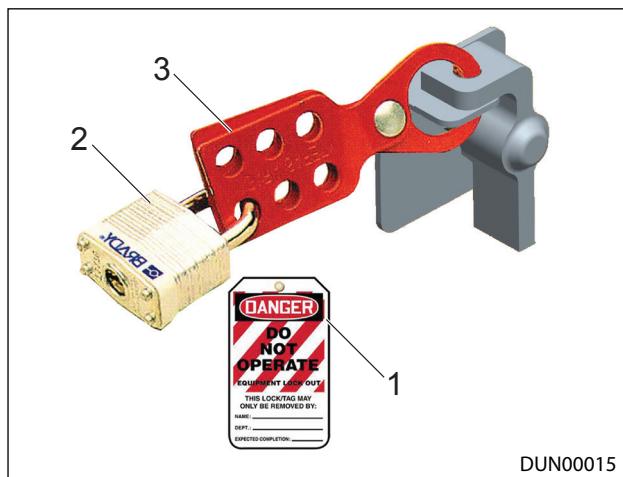

Figure 8.2 - Isolatieschakelaar op 'OFF' vergrendeld en getagd
4. Breng de grendel (item 3) en het unieke hangslot (item 2) aan op de hoofdstroomisolator en houd de sleutel bij u, zodat niemand het slot kan verwijderen en stroom weer kan inschakelen, Referentie: Afbeelding 8.2.
5. Plaats een tag (item 1) op uw slot waarmee u wordt geïdentificeerd (naam, foto of nummer) en waarop de tijd en datum van uw vergrendeling staat vermeld, Referentie: Afbeelding 8.2.